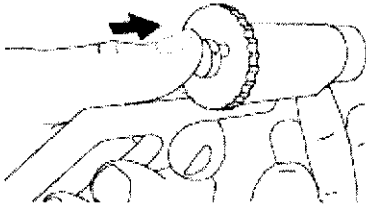

Figura 4
1. Pulse el botón accionador para abrir las tenacillas (Figura 4).